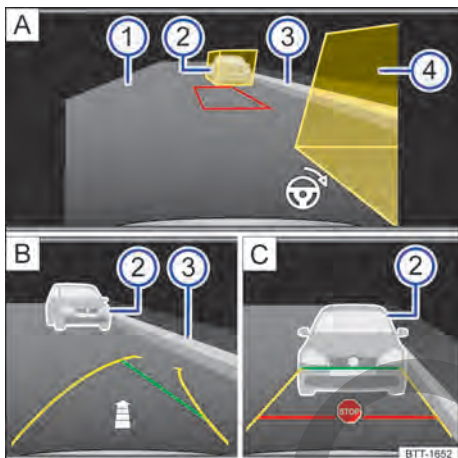

Fig. 165 Visualización en la pantalla del sistema de infotainment: aparcarse en línea con el asistente de marcha atrás.
Leyenda de la → fig. 165:
- Sitúe el vehículo en paralelo a la franja de aparcamiento a aprox. 1 metro de distancia. Las cajas auxiliares amarillas tienen que tapar los obstáculos → fig. 165 [A] ② y ④. La zona situada en medio deberá estar libre de obstáculos.
- Engrane la marcha atrás. Un marco rojo representa la posición objetivo de su vehículo → fig. 165 [A].
- Gire el volante hasta que el marco rojo se encuentre entre las cajas auxiliares y se vuelva verde → fig. 165 [A]. Durante la marcha atrás, mantenga el volante en esta posición.
- Retroceda lentamente hasta que se muestre la señal de STOP Ⓜ️ o hasta que la línea verde coincida con la delimitación lateral del hueco de aparcamiento → fig. 165 [C]. Una flecha → fig. 165 [B] indica, en base al número de segmentos mostrados, el tramo que aún queda por recorrer.